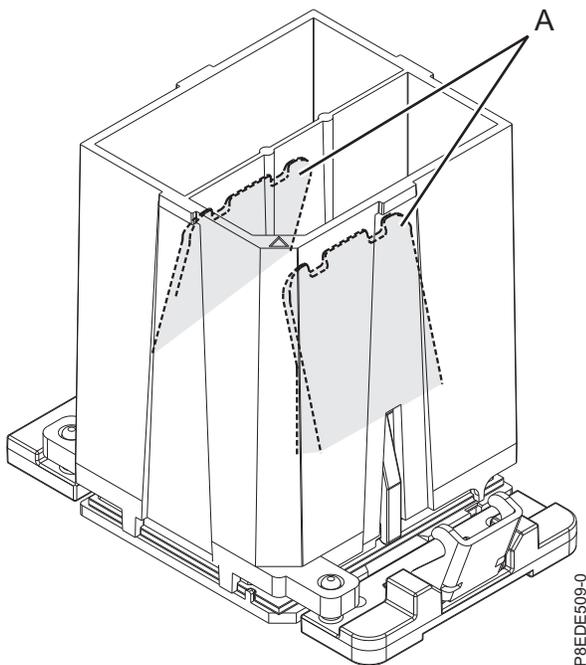

図 167. システム・プロセッサ・モジュール・ツールの取り外し
- c. ツールとシステム・プロセッサ・モジュールの穴とガイド・ピンが正しく位置合わせされたら、しっかりと止まるまで、2 つの青色のリリース・タブ (**A**) をつかみ、まとめて保持します (152 ページの図 167 を参照)。次に、ツールを持ち上げてシステム・プロセッサ・モジュールから離します。